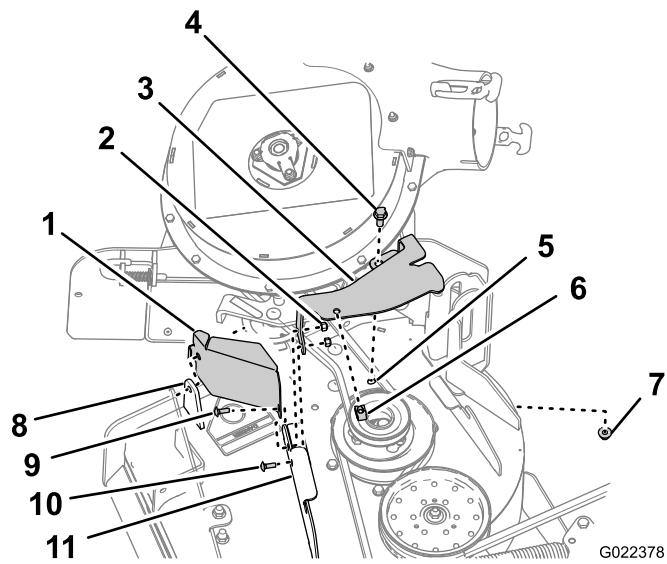

Figura 7
1. Allineate i fori della puleggia al foro nella staffa del deflettore anteriore e al foro esterno nella flangia della scocca anteriore (Figura 7).
2. Allineate la staffa del copricinghia con i fori sul lato posteriore della flangia della scocca anteriore (Figura 7).
3. Fissate la protezione della puleggia e la staffa del copricinghia alla flangia della scocca anteriore sul foro esterno con il bullone a testa tonda (1/4 x 1 poll., kit CE) e il dado di bloccaggio (1/4 poll., kit soffiatore) rimossi alla fase 1 di Rimozione della staffa del copricinghia \(pagina 4\); fate riferimento a Figura 7.
4. Fissate la staffa del copricinghia alla flangia della scocca anteriore sul foro interno con il bullone a testa tonda (1/4 x 3/4 poll., kit soffiatore) e il dado di bloccaggio (1/4 poll., kit soffiatore) rimossi alla fase 1 di Rimozione della staffa del copricinghia \(pagina 4\); fate riferimento a Figura 7.
5. Allineate il foro alla flangia posteriore della staffa del copricinghia al foro nella scocca in cui avete rimosso la staffa del copricinghia alla fase 1 di Rimozione della staffa di montaggio del copricinghia \(pagina 3\); fate riferimento a Figura 7.
6. Fissate la flangia posteriore della staffa del copricinghia alla scocca con un bullone a testa esagonale (3/8 x 1 poll.) e il dado flangiato (3/8 poll.) rimossi alla fase 1 di Rimozione della staffa di montaggio del copricinghia \(pagina 3\); fate riferimento a Figura 7.
7. Allineate il dado a graffetta al foro nella parte superiore della staffa del copricinghia e premetelo sulla staffa (Figura 7).